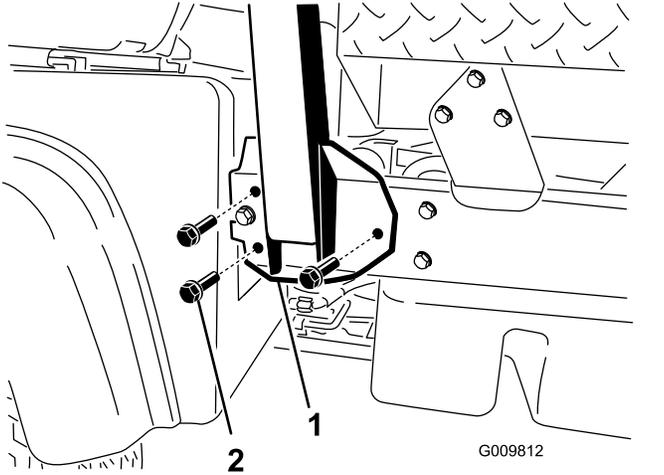

图4
1. 如图4所示将ROPS的两侧与机器两侧框架中的安装孔对齐。